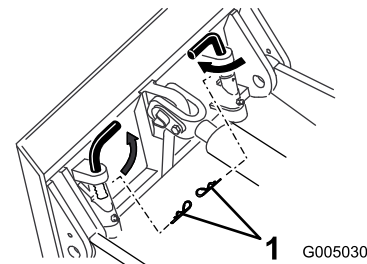

Bild 10
- Einige ältere Modelle der Zugmaschinen haben Löcher durch die Federn und Schnellkupplungsstifte an der Befestigungsplatte (Bild 10), sodass Sie zwei Splinte beim Pflügen von langen Bahnen montieren können. Dies stellt sicher, dass die Stifte nicht durch die Vibration des Pflugs gelöst werden.